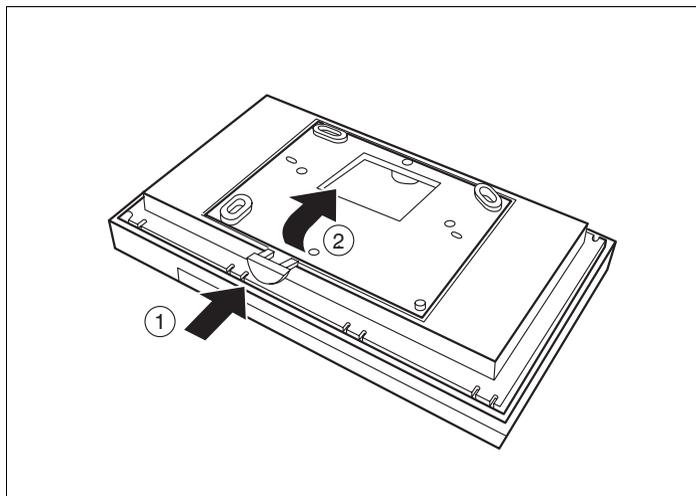

Fig. 2 Staccare l'unità di servizio dalla piastra di montaggio
- Premete il tasto di sblocco posto sul lato inferiore della piastra di montaggio (fig. 2, **pos. 1**).
- Rimuovete la piastra di montaggio seguendo la direzione della freccia (fig. 2, **pos. 2**).